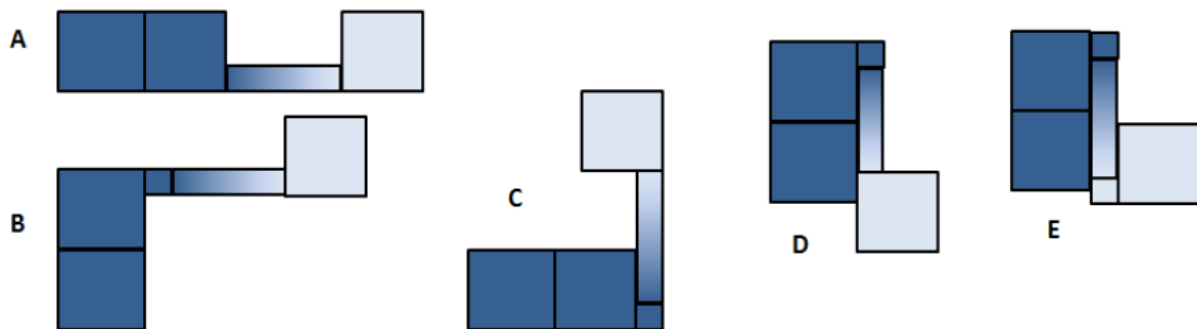

Figura 5 - Configurações diferentes das áreas e da rampa. Quanto mais clara a imagem maior a altura.
4.2 O ambiente é modular, permitindo vários arranjos diferentes, como pode ser visto na Figura 5.
4.4 Podem existir plataformas para entrada e para saída da rampa. As plataformas serão obrigatórias quando a rampa for paralela à área de percurso (como nas configurações C, D e E na Figura 5). As plataformas servem para permitir que o robô faça uma curva para entrar ou sair da rampa. A plataforma de saída deve conter paredes que evitem a queda do robô.